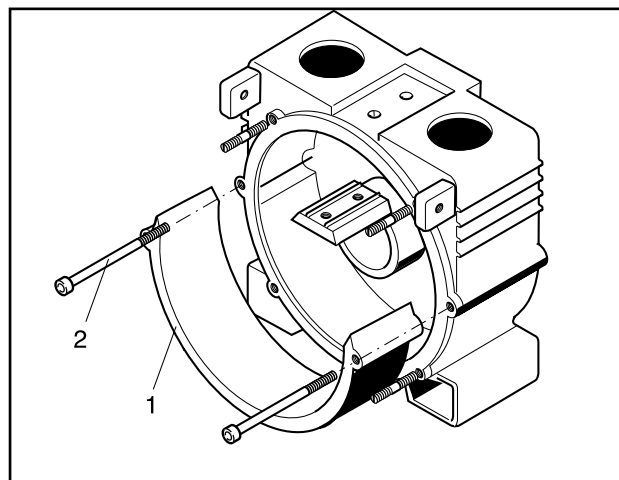

Fig. 21 Demontering af aksialleje
2. Skru begge aksiallejeskruer (del nr. 1020, fig. 13) ud og løft aksiallejet ud af huset (del nr. 135, fig. 21).